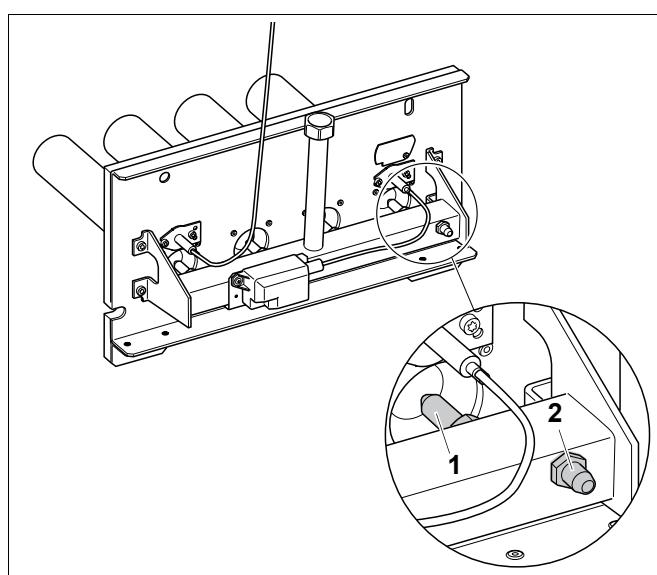

Рис. 49 Замена форсунок основного газа
- Заменить форсунки основного газа (рис. 49, **поз. 1**) на форсунки для нового вида газа. При этом нужно установить новые уплотнения.
- На два оборота открутить измерительный ниппель (рис. 49, **поз. 2**) на газораспределительной гребенке и надеть измерительный шланг U-образного манометра.